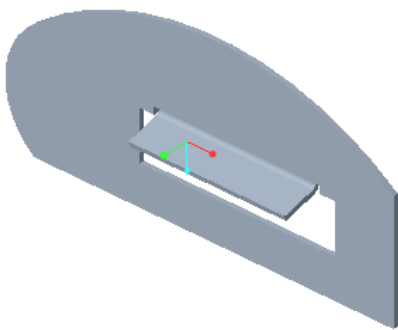

图 1-139 法兰壁 1
(6) 在“凸缘”选项卡中单击  (完成) 按钮, 完成法兰壁 1 的创建, 效果如图 1-139 所示。